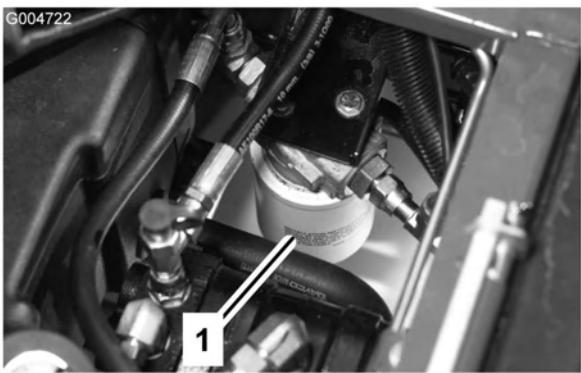

Figura 70
2. Pulite la superficie circostante il filtro. Collocate una bacinella di spurgo sotto il filtro e togliete il filtro (Figura 70).